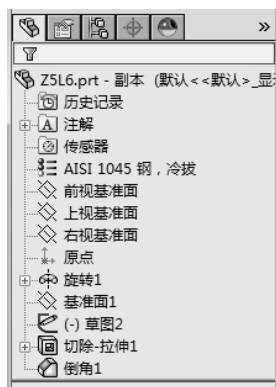
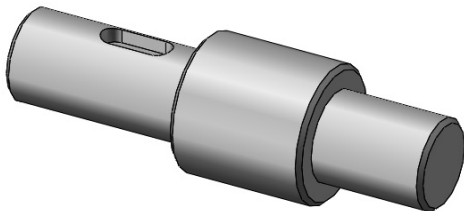

图 5-29 材料名称
图 5-30 添加材料后的零件实体模型
- [4] 单击【应用】按钮，材料应用到零件，材料名称出现在 FeatureManager 设计树中，位于材料 $\frac{1}{2}$ 旁边，如图 5-29 所示。添加材料后的零件实体模型如图 5-30 所示。